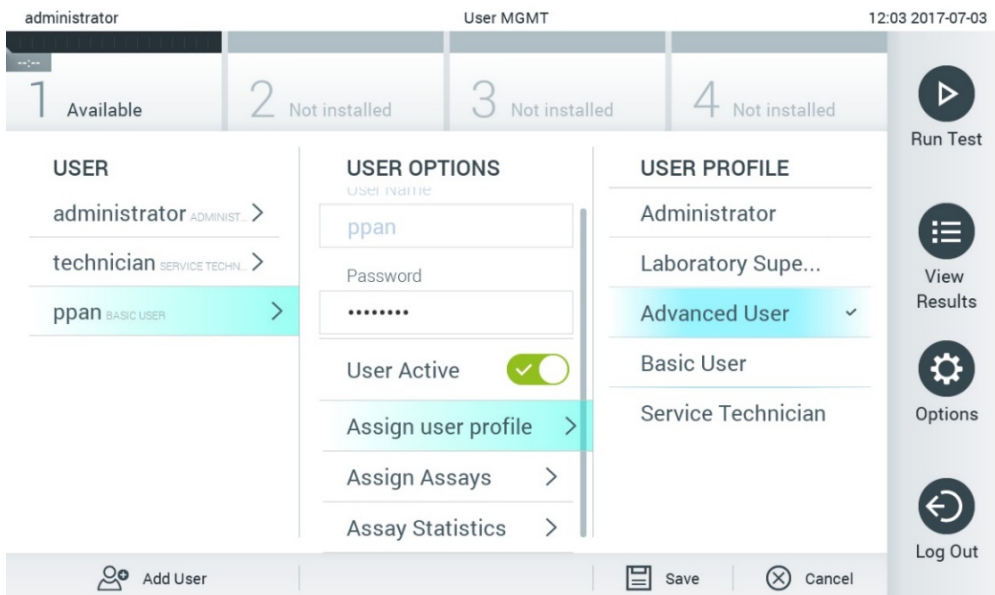

Figura 61. Alocarea profilurilor de utilizator utilizatorilor.
- **Assign User Profile** (Alocare profil de utilizator): Permite alocarea unui alt profil de utilizator utilizatorului respectiv (de exemplu, Administrator, Laboratory Supervisor (Supraveghetor de laborator), Advanced User (Utilizator avansat), Basic User (Utilizator de bază)). Selectați profilul de utilizator corespunzător din lista din dreapta zonei de conținut (Figura 61).